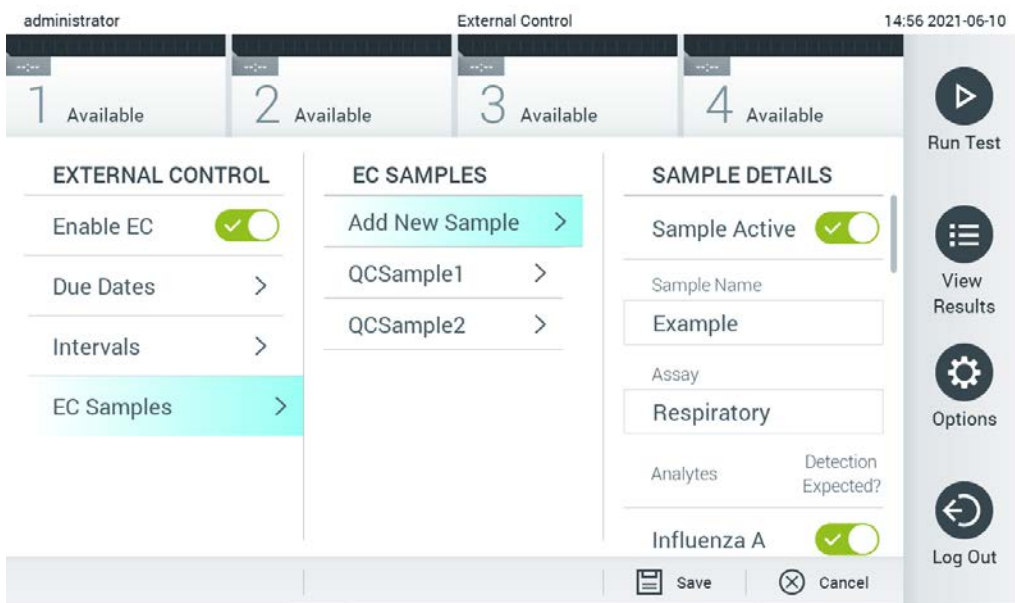

Abbildung 53: Bildschirm External Control (Externe Kontrolle) mit EC Samples (EC-Proben).
5. Wählen Sie **EC Samples** (EC-Proben), um die bei einem externen Kontrolltest verwendeten Proben hinzuzufügen oder zu bearbeiten. Drücken Sie auf **Add new Sample** (Neue Probe hinzufügen), um eine neue EC-Probe hinzuzufügen, und fahren Sie dann in der rechten Spalte mit der Konfiguration fort (Abbildung 53). Wählen Sie zum Bearbeiten einer EC-Probe eine vorhandene Probe aus der mittleren Spalte aus und fahren Sie in der rechten Spalte mit der Konfiguration fort.